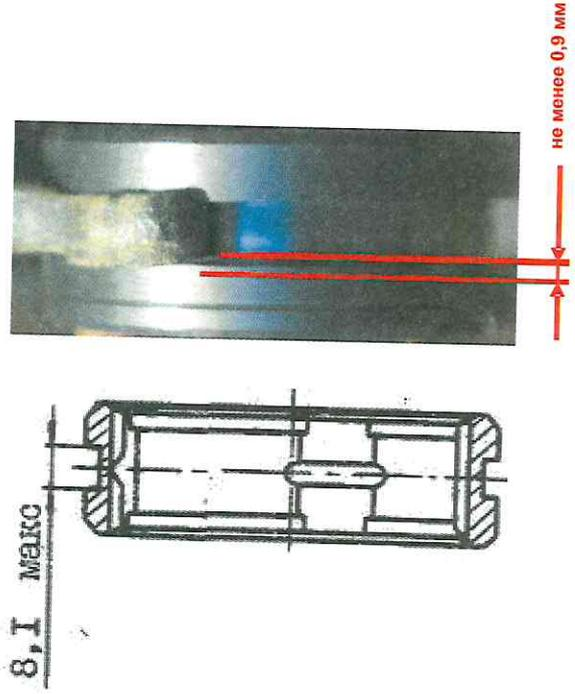

Рисунок 60
- 2) Толщина вилки в месте посадки на муфту должна быть не менее 7,15 мм, также она должна свободно заходить в паз муфты (см. рис. 60).